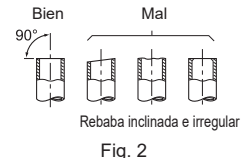
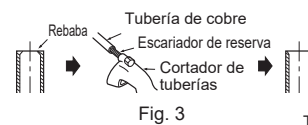

Fig. 2
Fig. 3
- Si la manguera de drenaje suministrada con la unidad interior es demasiado corta, conéctela con la manguera de drenaje (J) que debe suministrar el distribuidor. (Fig. 2)
- Utilice cinta adhesiva o algún otro material para sellar la conexión entre la manguera de drenaje del producto y la extensión de la manguera de drenaje (16 mm de diámetro interior) (J).
- Al conectar la manguera de drenaje al tubo de cloruro de vinilo duro, asegúrese de que quede fija al insertarla en el tubo. (Fig. 3)
- 2) Elimine completamente las rebabas del corte transversal del tubo. (Fig. 3)